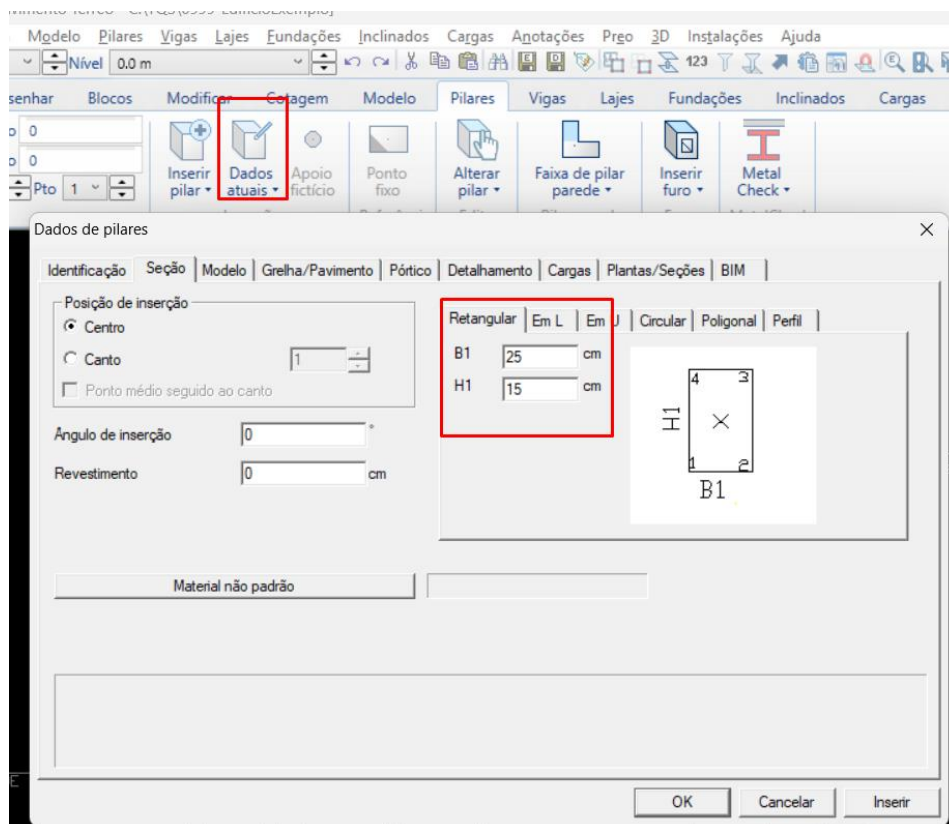
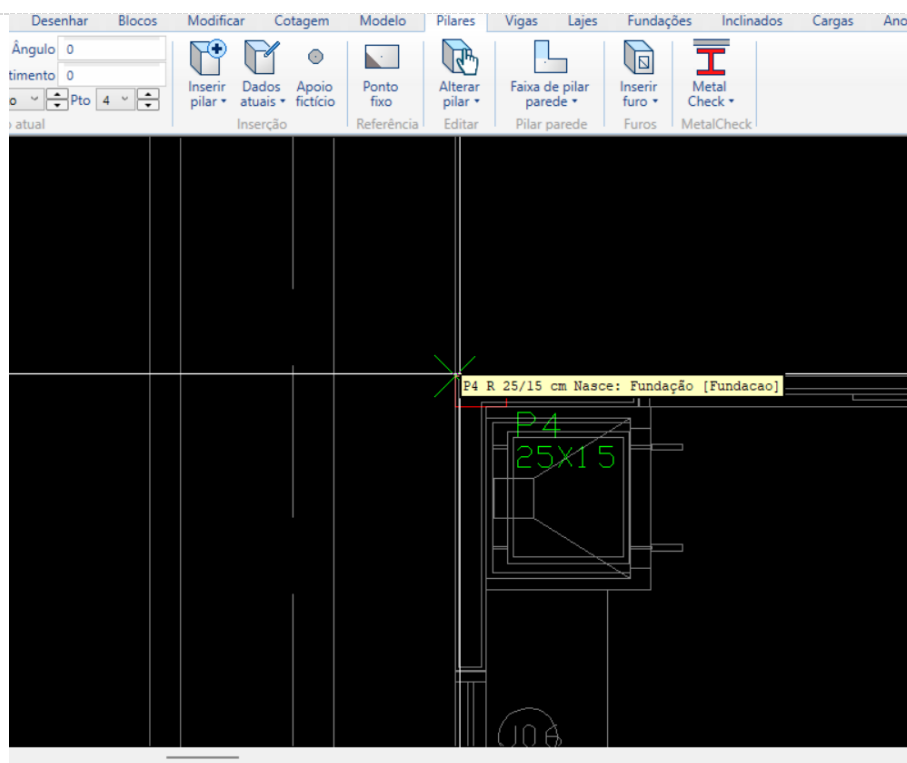
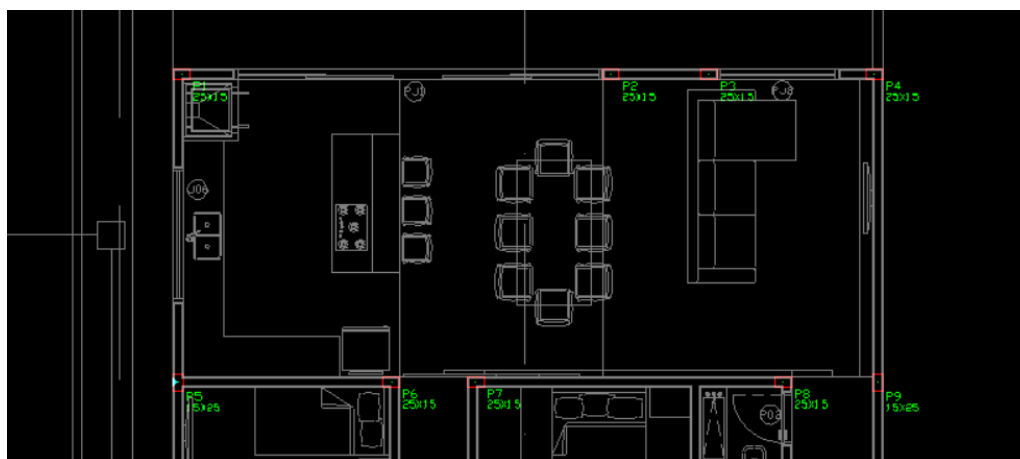

Figura 7 – Dados de pilares
Figura 8 – Seção dos pilares
Figura 9 – Pilares inseridos
-Vamos iniciar o lançamento dos pilares. Selecione a aba pilares e clique em dados atuais (Figura 7). Certifique-se que esteja trabalhando no pavimento correto olhando o canto superior esquerdo na linha "Pavimentos". Na aba seção, defina a geometria do pilar e clique em inserir (Figura 8). Após definida a seção clique em inserir. A caixa de edição se fechará e você poderá inserir o pilar. Digite F2 no teclado para alterar o ponto de fixação do pilar no mouse, selecione o canto do desenho arquitetônico e insira o pilar (Figura 9). Repita o processo para todos os pilares (Figura 9). Caso os pilares estejam com números fora de ordem, localize o botão "123" na parte superior do TQS e clique em renumerar pilares.